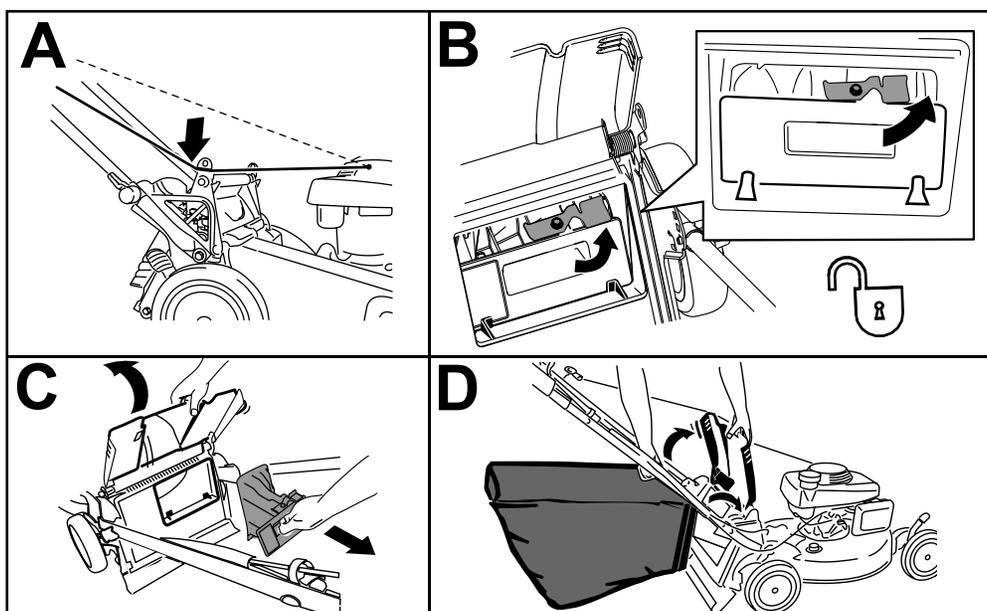

Figura 18
Nota: Para desbloquear el tapón trasero, gire la palanca del tapón a la derecha (Figura 18).
1. Pase la cuerda del arrancador alrededor de la guía de cuerda inferior (Figura 18, A).
2. Levante y sujete el deflector trasero y desbloquee el tapón trasero (Figura 18, B).
3. Extraiga el tapón trasero (Figura 18, C).
4. Cuelgue el borde superior delantero de la bolsa de los pasadores situados en las muescas de los soportes del manillar (Figura 18, D).